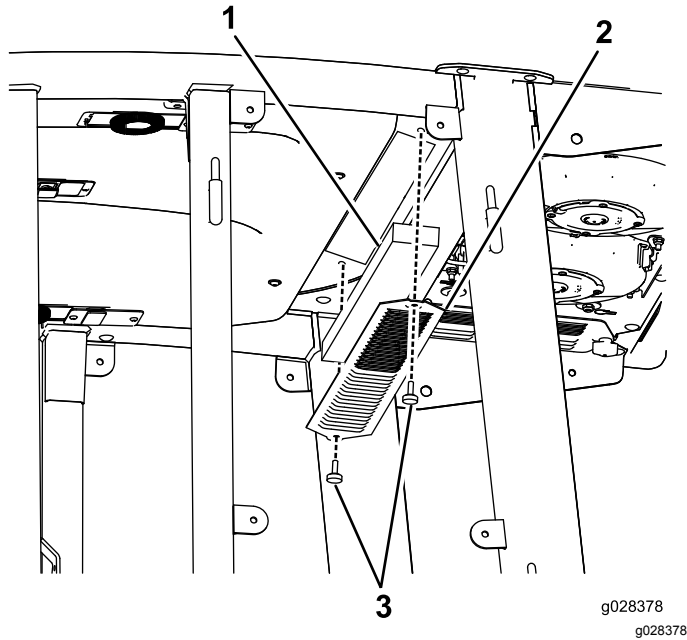
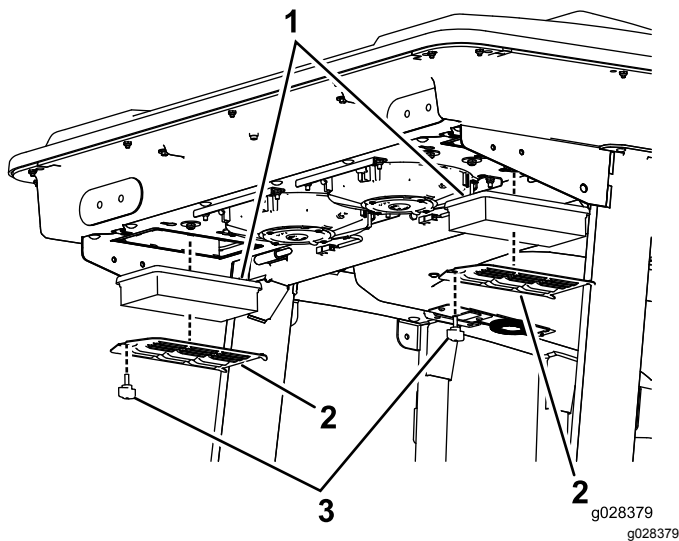
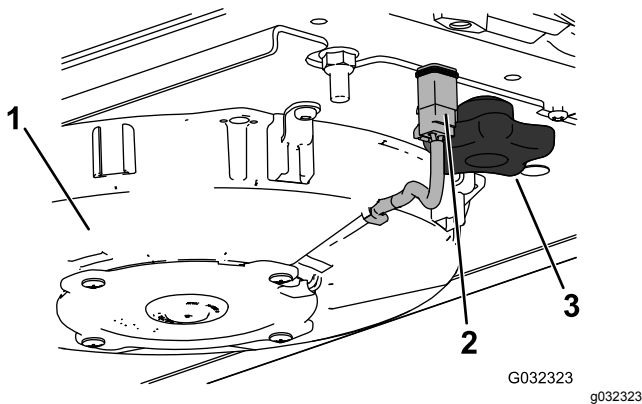
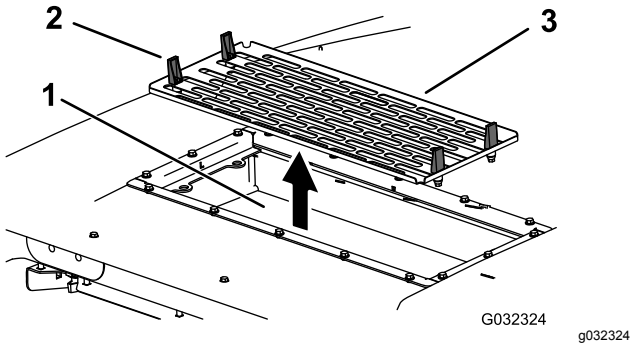

Bild 142
Bild 143
Bild 145
Bild 146
1. Nehmen Sie die Schrauben und Gitter von den internen und hinteren Kabinenluftfiltern ab (Bild 142 und Bild 143).
- Entfernen Sie die Luftfilter (siehe Bild 143).
- Bauen Sie Luftfilter, Gitter und Klimaanlage wieder ein (Bild 143, Bild 145 und Bild 146).
- Schließen Sie das Kabel jedes Lüfters an (Bild 145).